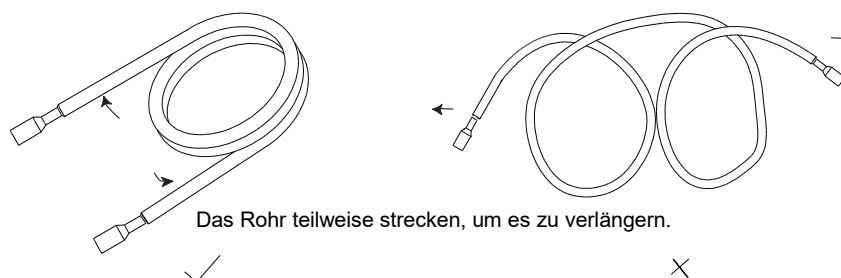

Abb. 10
4. Rohre mit angebrachter Wärmedämmung biegen Sie nicht. Das Rohr würde sich eindrücken. Schneiden Sie die Wärmedämmung mit einem scharfen Messer an, wie im Bild 10 dargestellt, enthüllen Sie das Kältemittelrohr, und erst dann darf das Rohr gebogen werden. Bringen Sie die Wärmedämmung auf das im gewünschten Winkel gebogene Rohr wieder an, und befestigen Sie die Wärmedämmung mit Isolierband.